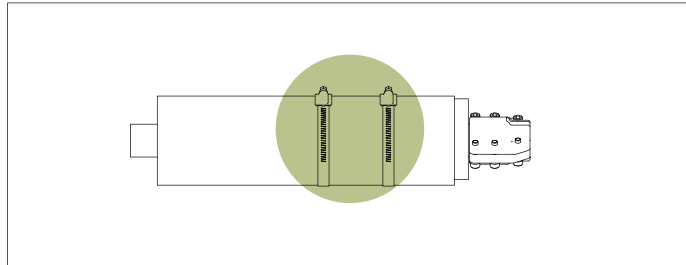

Рис. 37. Установка двух хомутов крепления
8. Установите два хомута крепления. См. рис. 37.